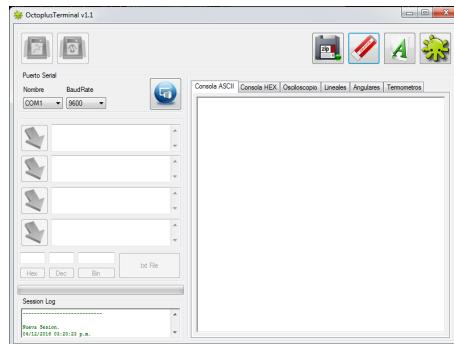

Figura 43: Panel principal de *Octoplus*
- **Paso 3:** A continuación se presenta una pantalla similar a la Figura 43
- **Paso 6:** Al realizar la depuración, el usuario debe seleccionar el botón *Abrir/Cerrar puerto COM*, el cual se encuentra sobre la derecha del menú desplegable *BaudRate*, como lo ilustra la Figura 43.